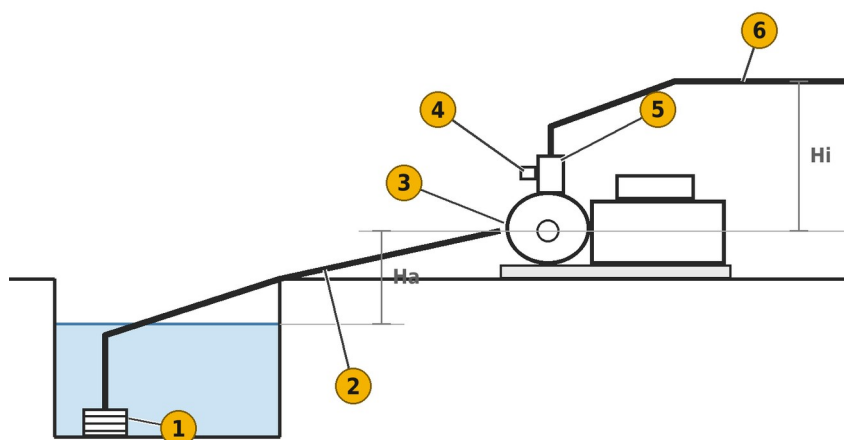

FIG. 4 — Instalação típica
A altura manométrica total (H) que a bomba tem de vencer é a soma da altura de aspiração (H_a), da altura de compressão (H_i) e das perdas de carga nas mangueiras e racores (ver FIG. 4). Com esse valor, a curva e a tabela indicam o caudal aproximado fornecido pela motobomba com água limpa e a bomba escorvada, a 3.600 rpm (acelerador no máximo) e a 3.000 rpm.
- 1) Com o motor parado, retire o bujão de escorva situado no colo de compressão (FIG. 4, 4).